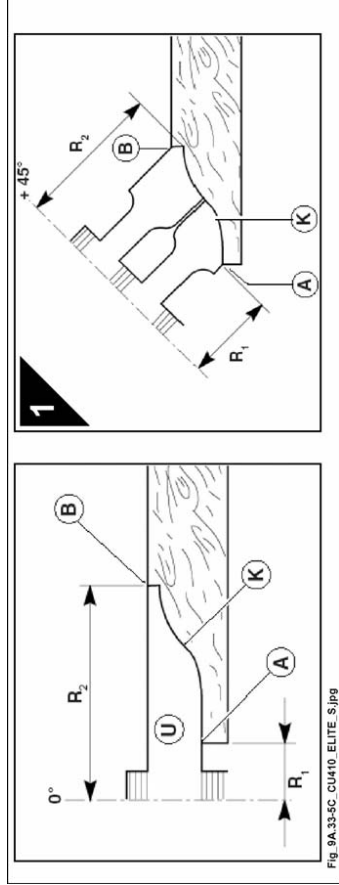

Abb. 9.33-5C
Neigung + 45° (OPT): Bogenprofil (K Abb. 9.33-5C) an Türen
Mit der Welle rechtwinklig zum Tisch und dem speziellen geformten Werkzeug (U Abb. 9.33-5C) kann folgendes überprüft werden:
- die Spitzengeschwindigkeit des Werkzeugs im Punkt (B Abb. 9.33-5C) ist deutlich höher als im Punkt (A Abb. 9.33-5C), da $R_1 < R_2$.
Dies könnte einen Unterschied des Finishings auf der gesamten Oberflä che A-B oder auch Verbrennungen bewirken. Bei um 45° (1 Abb. 9.33-5C) geneigter Welle wird dieser Unterschied des Finishings minimal gehalten, da $R_1 \sim R_2$ ist, wenn man ein dafür geeignetes geformtes Werkzeug verwendet.